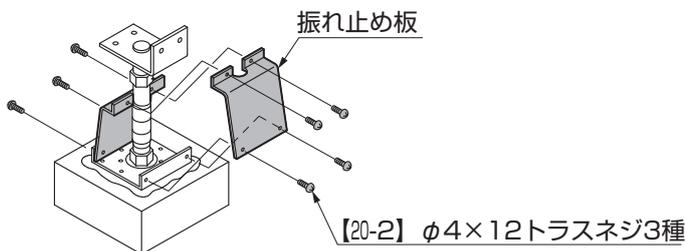

図2-14 振れ止め板の取付方法
- ⑤ 「基本寸法」を参照して、必要な部分に、振れ止め板を束調整金具に、【20-2】で取付けてください。(図2-14参照)